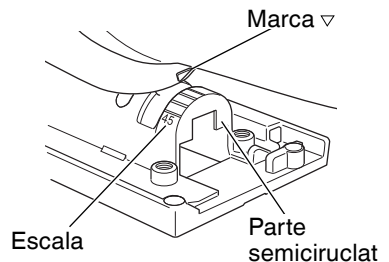

Fig. 14
- (2) Alinee la escala (desde 0 grado a 45 grados en incrementos de 15 grados) del parte semicircular de la base con la marca [▽] de la cubierta del engranaje. (Fig. 14)